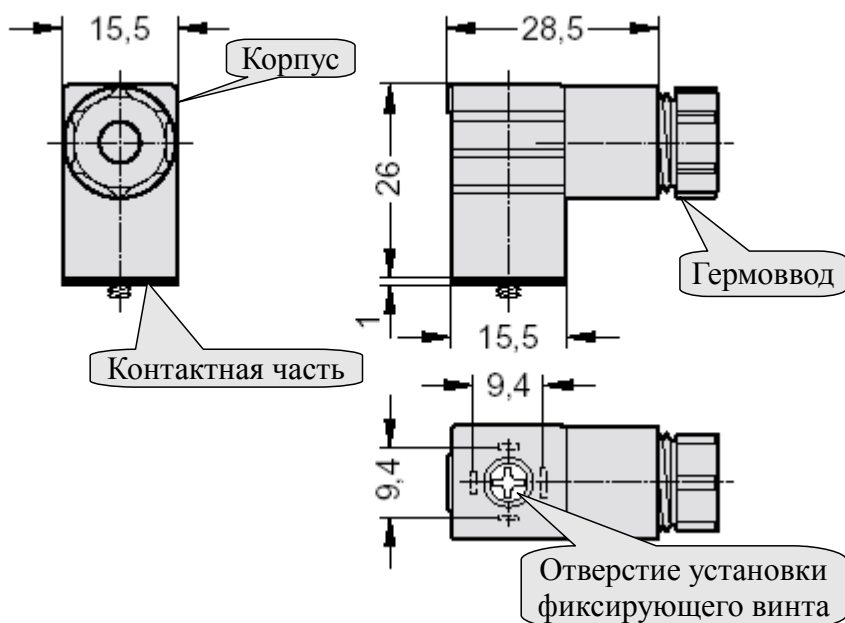
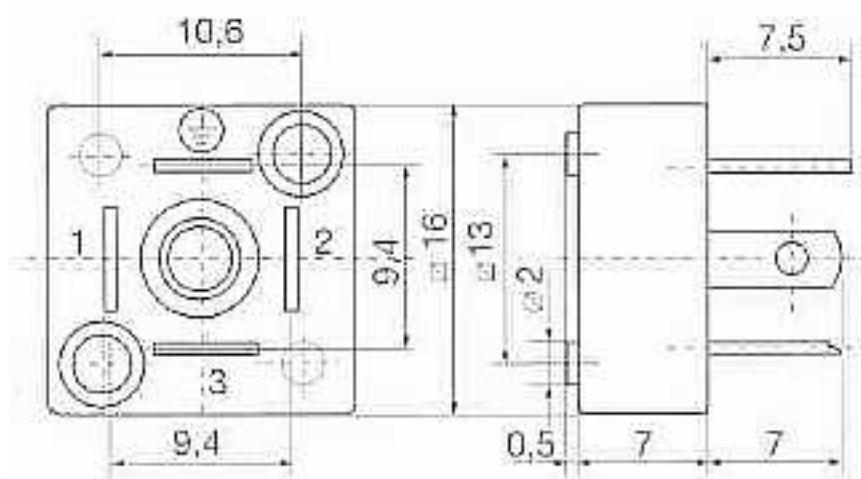

Рисунок 1 - Соединитель электрический DIN 43650 форма С (промышленный стандарт) с тремя контактами плюс заземляющий контакт
Рисунок 2 - База для соединителя электрического DIN 43650 форма С (промышленный стандарт) с тремя контактами плюс заземляющий контакт
- Отвернуть и вынуть фиксирующий винт на герметичном электрическом соединителе (Рисунок 1). Снять соединитель с базы (Рисунок 2) и выдвинуть его контактную часть, толкая хвостовик в отверстие установки фиксирующего винта.